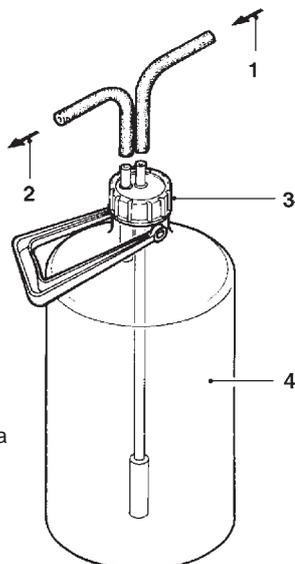

Fig. 20
- togliere dal portagomma del decalcificatore il tubo che lo collegano all'air break (vedi fig. 20);